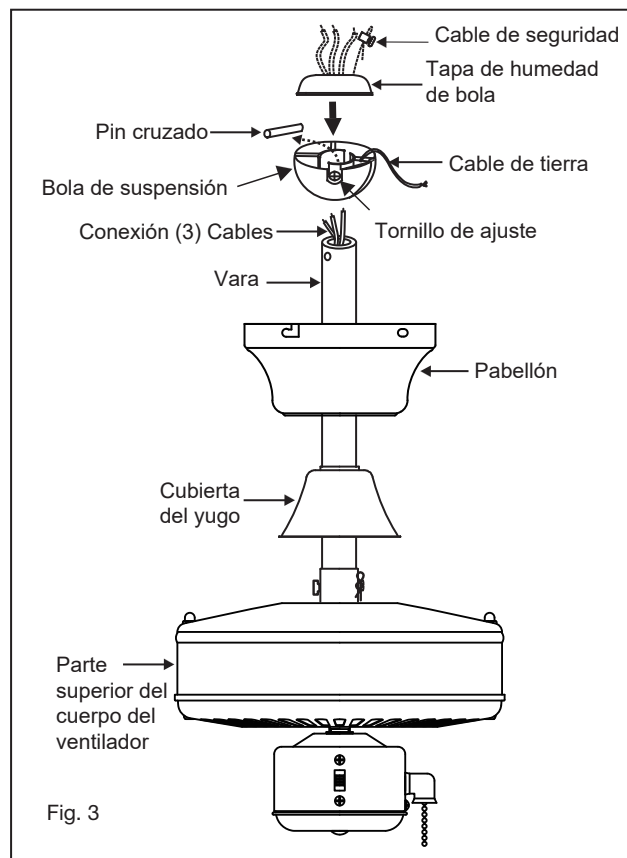

Fig. 3
- 7 Inserte 2 tornillos en el soporte del colgador, dejándolos parcialmente fuera (Fig. 3).
- 6 Deslice la cubierta del yugo, el anillo de ajuste y el dosel sobre la varilla. (Fig. 3)
- 8 Pase los cables a través de los agujeros en la tapa de humedad de la bola de goma y deslice la tapa hacia abajo sobre la parte superior de la bola. (Fig. 3)